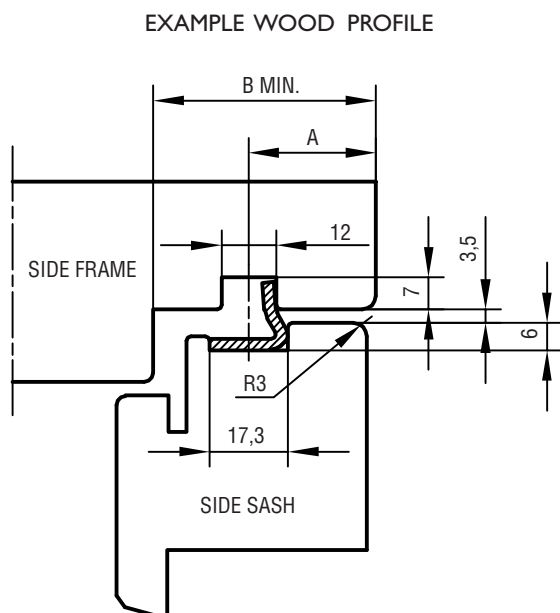

FIG. 2
6. THE SUPPORT FITTING IS FITTED IN THE MIDDLE OF THE SIDE SASH IN THE HINGE SIDE. SEE FIG. 2.